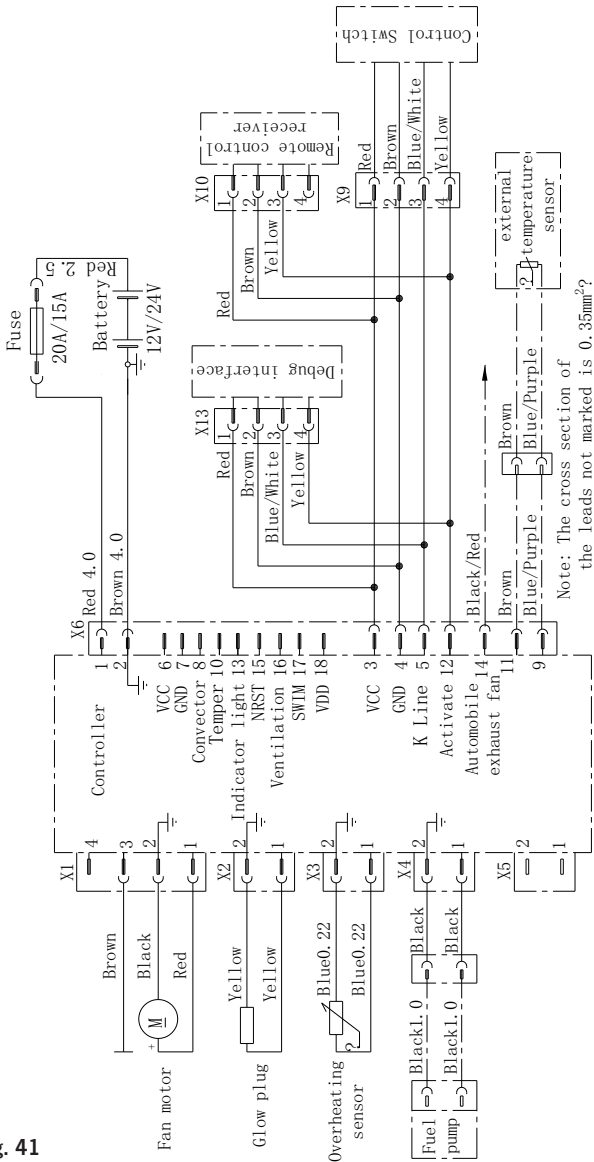

Fig. 41
- De aansluitschema's voor de verwarming zijn afgebeeld in Fig. 41 (pag. 120) en in Fig. 42 (pag. 121).